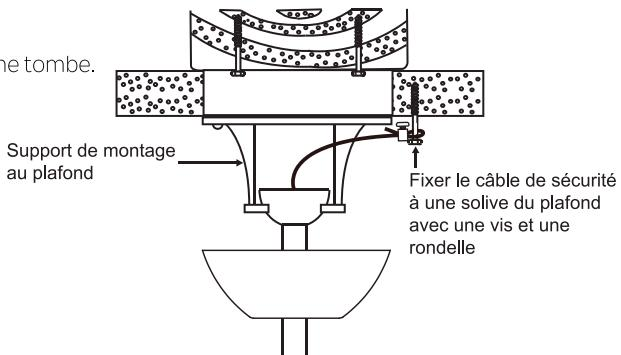

Fig. 13
Étape 1. Fixez la vis à bois et les rondelles fournies à la solive du plafond côté du support de montage sans serrer (Fig.13).